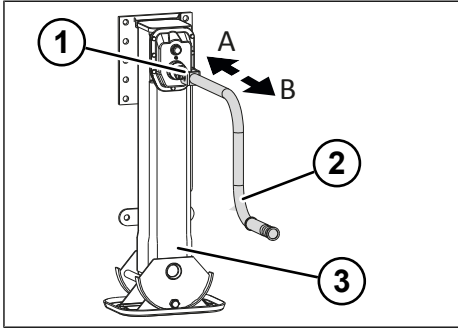

Fig. 5-2: Treptele de sarcină și rapidă a picioarelor de susținere cu troliu
- ▶ Cuplați treapta rapidă prin tragerea manivelei spre exterior (vezi "Fig. 5-2: Treptele de sarcină și rapidă a picioarelor de susținere cu troliu", pag. 25).
- ▶ Cuplați treapta de sarcină prin apăsarea manivelei în interior (vezi "Fig. 5-2: Treptele de sarcină și rapidă a picioarelor de susținere cu troliu", pag. 25).